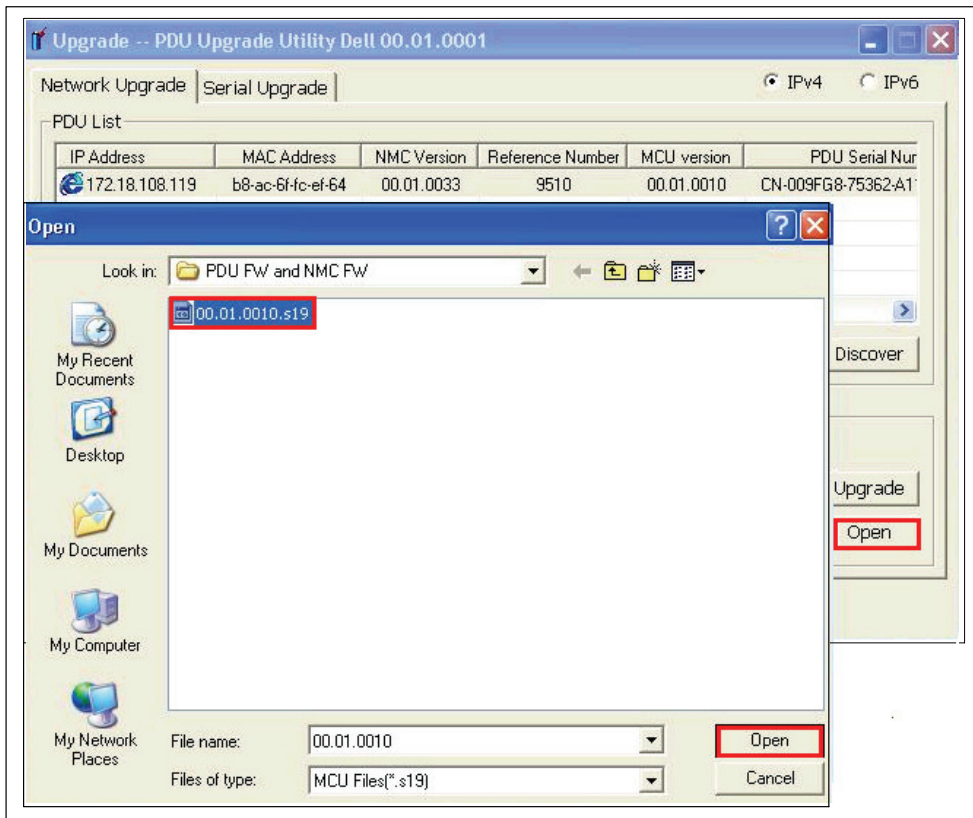

図12. ファームウェアアップグレードファイルの選択
- 13 Openをクリックし、有効なMCUファームウェアアップグレードファイルのリストを表示します。アップグレードファイルを選択します(図12)。